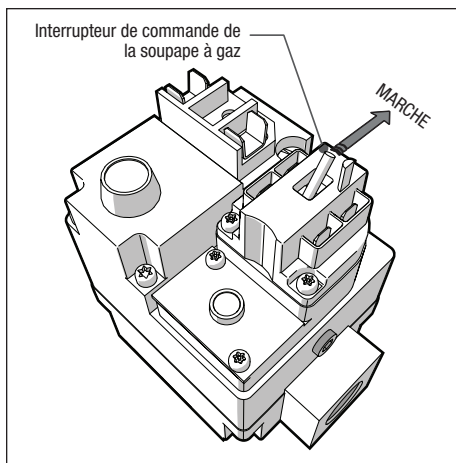

Figure 22. Soupape à gaz
- Basculez l'interrupteur de commande du gaz en position « OFF » (arrêt). Voir Figure 22.
- Attendez cinq (5) minutes pour éliminer tout gaz, puis vérifiez qu'il n'y a pas d'odeur de gaz, y compris près du sol. **SI VOUS DÉTECTEZ UNE ODEUR DE GAZ, ARRÊTEZ TOUT!** Suivez les instructions de la Section 8.1.1, *Que faire si vous détectez une odeur de gaz*.